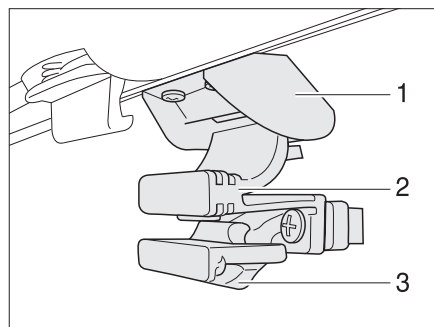

Fig. 49 Ventana en la puerta de entrada
**Abrir la ventana:** ■ Empujar el seguro (Fig. 49,3) hacia abajo.
■ Apretar tirador (Fig. 49,2) y empujar la ventana hacia abajo.
**Cerrar la ventana:** ■ Empujar la ventana hacia abajo, hasta que el tirador (Fig. 49,2) engatille en el bloqueo (Fig. 49,1).